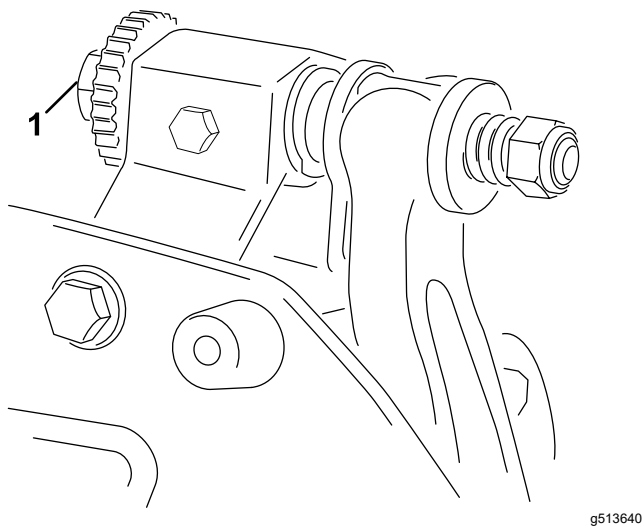

Figura 4
- A. Rotii uruburile de reglare pentru bara de cadru în sensul acelor de ceasornic (Figura 4), cu câte 1 clic, până când simțiți și auziți realizarea unui contact ușor.
6. Rotii urubul de reglare drept al barei de cadru (Figura 4) până când simii o presiune uoară pe pana de fixare la glisarea dintr-o parte în alta. Îndepărtați pana de fixare.